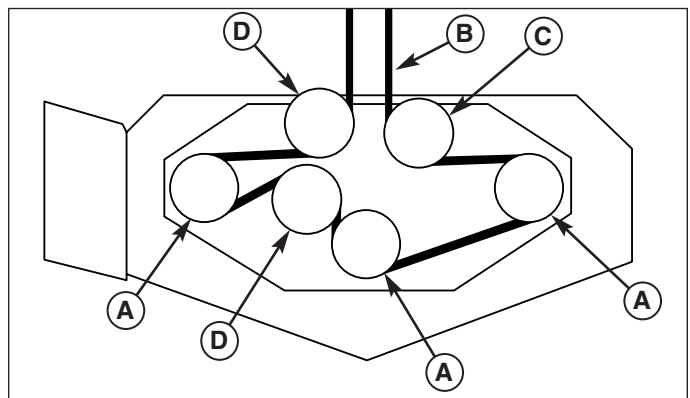

Figura 38. Direccionamiento de la banda del PTO de la podadora
5. Quite la banda vieja y reemplácela con una nueva. Asegúrese de que el lado V de la banda corra por los surcos de la polea (Figura 38).